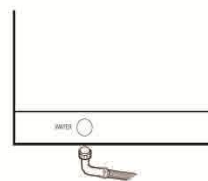

Fig. 6
- 2- Brancher l'électrovanne de charge au robinet d'alimentation en utilisant le tuyau flexible en dotation. (Fig.6)